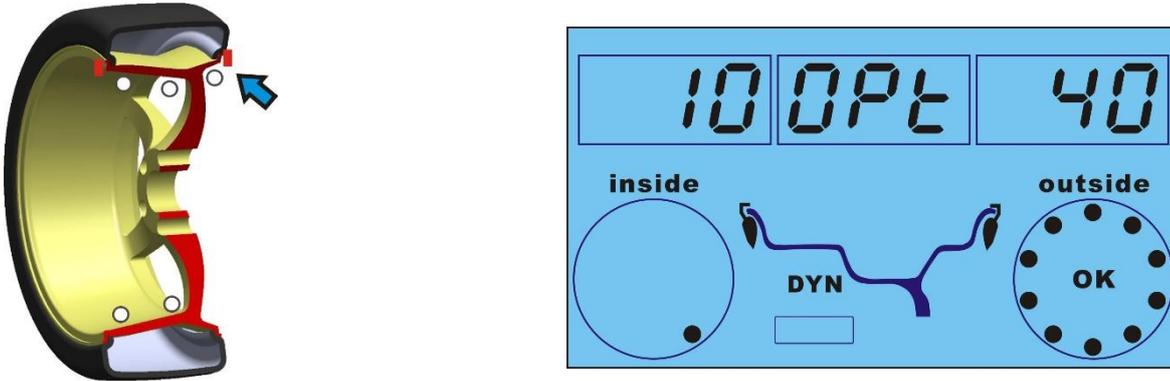

Bild 3
6. Bewege das Rad langsam gegen den Uhrzeigersinn, bis alle **rechten** LEDs aufleuchten. Befestige das Gewicht an der 12-Uhr-Position (siehe Bild 3).